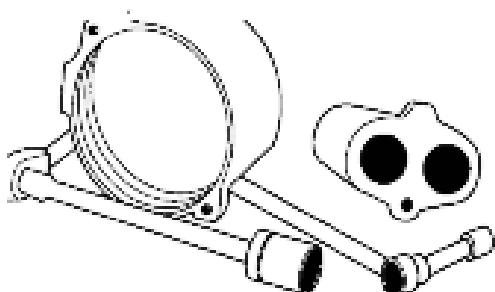

Figura 18: Retire la boquilla
6. La boquilla en los modelos de 1/2 HP se puede quitar de la carcasa de la bomba con cualquier llave de tubo estándar de 1-1/4" con una extensión (Figura 18). En los modelos de 3/4 y 1HP, la boquilla es parte de la carcasa de la bomba. Cuando reemplace la boquilla y el venturi, asegúrese de que estén apretados contra el hombro. Tenga cuidado de no cruzar la rosca. Si la boquilla no está completamente conectada a la carcasa, el flujo se bloqueará por la entrada del venturi.